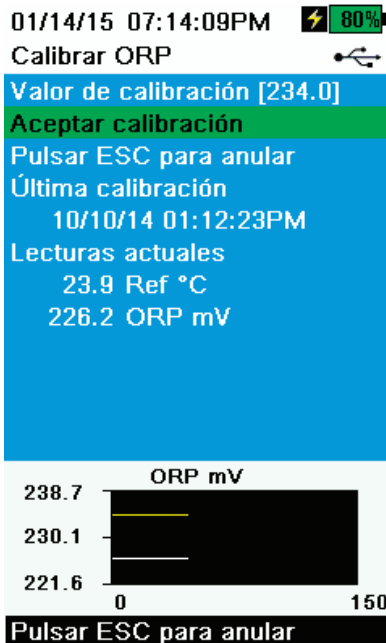

Figura 52 Calibrar ORP
7. Observe las lecturas reales de estabilidad (la línea blanca en el gráfico no muestra cambios significativos durante 40 segundos), luego seleccione **Aceptar calibración** (Figura 52). Se mostrará "¡Calibración correcta!" en el área de mensajes.